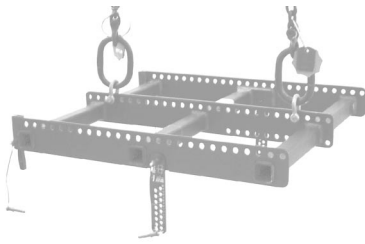

Fig. 10: Configuración de elevador doble
- Mediante dos Grilletes anclados 1t E6507 conecte una cadena del conector del elevador Q Z5155 a un orificio en la parte frontal de la barra central de la Estructura de rigging Q Z5159 y otra cadena al orificio de la parte de atrás (Fig. 10). El direccionamiento vertical del arreglo se ajustará orientando los motores del elevador después de que el arreglo esté completamente montado.